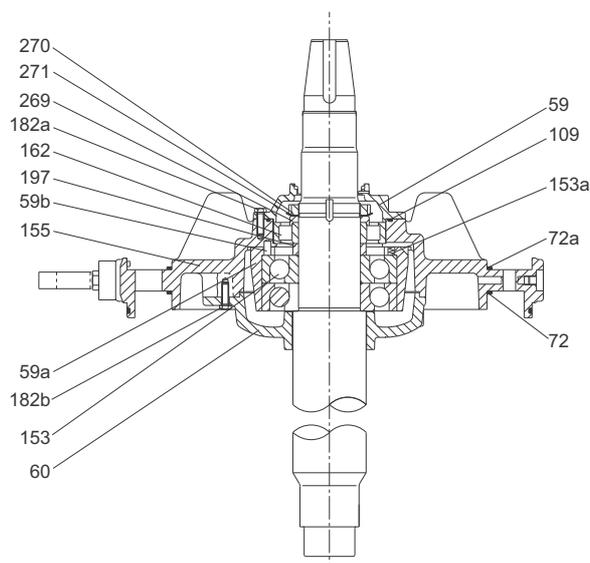

Рис. 33 Ротор, типоразмер 74
1. Вывернуть винты (182b). См. рис. 33.
2. Отделить крышку кронштейна верхнего подшипника (60) от кронштейна нижнего подшипника, отодвигая компоненты друг от друга болтами (182b). Оставить крышку на лопатках статора.
4. Снять крышку кронштейна нижнего подшипника (59).
5. Снять кольцевое уплотнение (109).
6. Отогнуть выступ стопорной шайбы (271) из паза контргайки (270).
7. Снять контргайку (270), стопорную шайбу (271) и угловое кольцо (269).
8. Снять кронштейн нижнего подшипника (155) с помощью съёмника и удалить кольцевое уплотнение (72a).